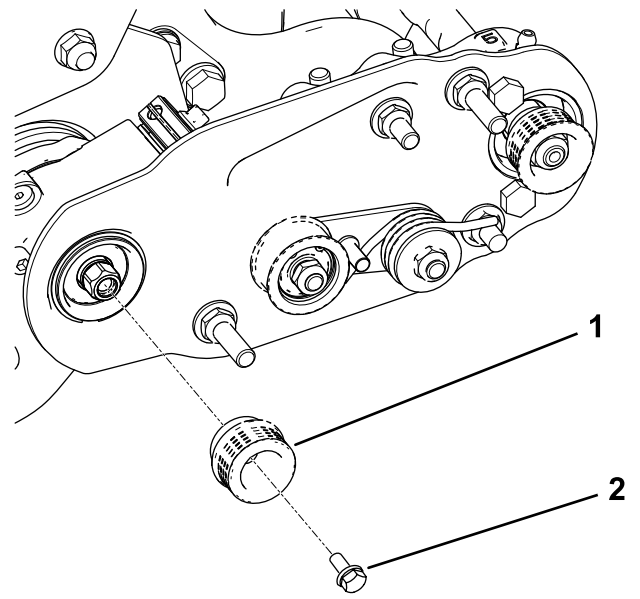

图 15
- 把驱动皮带轮安装到疏草刀轴上 图 15。
- 为凸缘头螺栓涂抹蓝色防松螺纹油并使用该螺栓将皮带轮固定到驱动轴上请参阅 图 15。